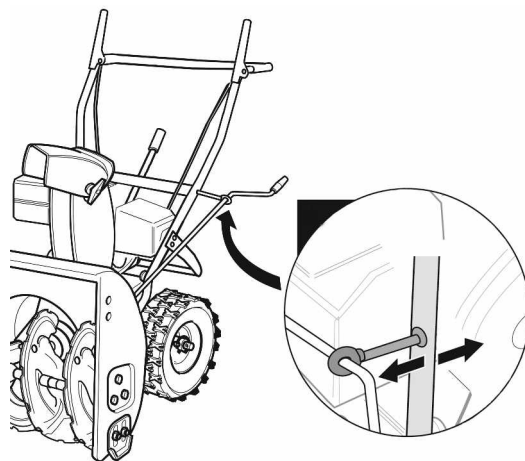

Рис. 4-1. Для моделей без панели управления.
5. Установить анкерный болт в отверстие на рукоятке управления. См. Рис. 4-1.